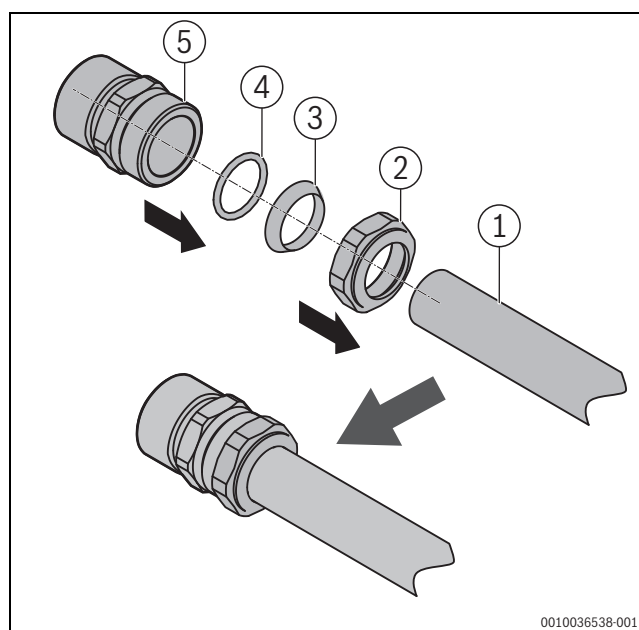

Fig. 6 Installazione del raccordo a bicono con ogiva
- ▶ Installare il **set raccordi di collegamento** (accessori abbinabili) sul tubo come illustrato in fig. 6.